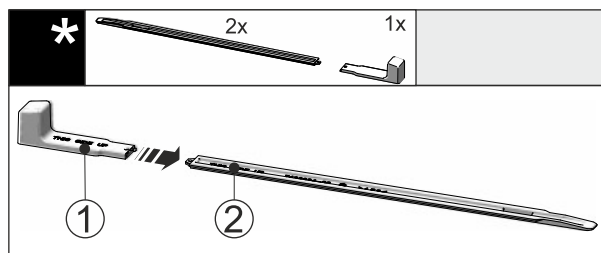

Fig. 54
- Sæt monteringsgrebet Fig. 54 (1) på nivellerings Skinnen Fig. 54 (2).